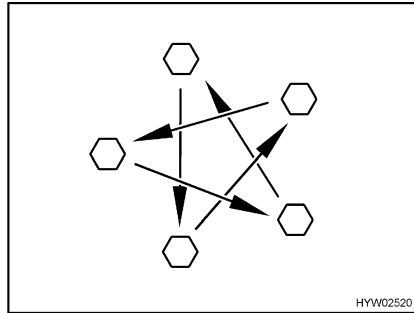

Fig. 206 Serrer en croix les écrous ou les boulons de roue
- Vérifier régulièrement le serrage des écrous ou des boulons de roues. Resserrer tous les écrous ou les boulons de roue 50 km après le changement d'une roue (Fig. 206). Pour les couples de serrage, voir paragraphe 14.5.2.
- Si des jantes neuves ou repeintes sont utilisées, alors resserrer les écrous ou les boulons de roue une fois de plus après env. 1 000 à 5000 km (Fig. 206).
- ▷ Serrer en croix les écrous ou les boulons de roue (Fig. 206).